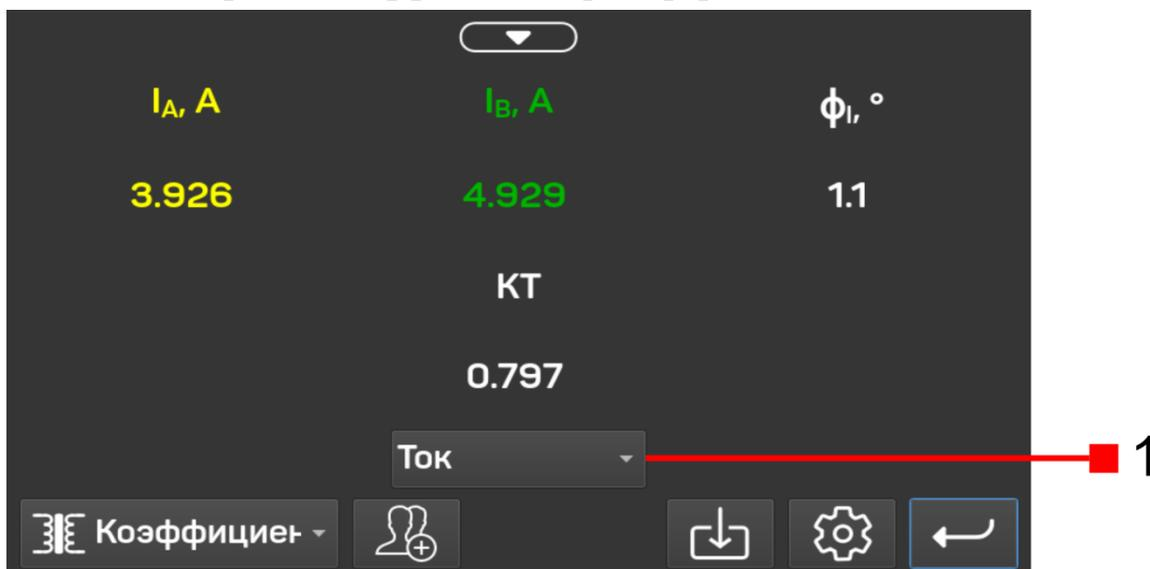
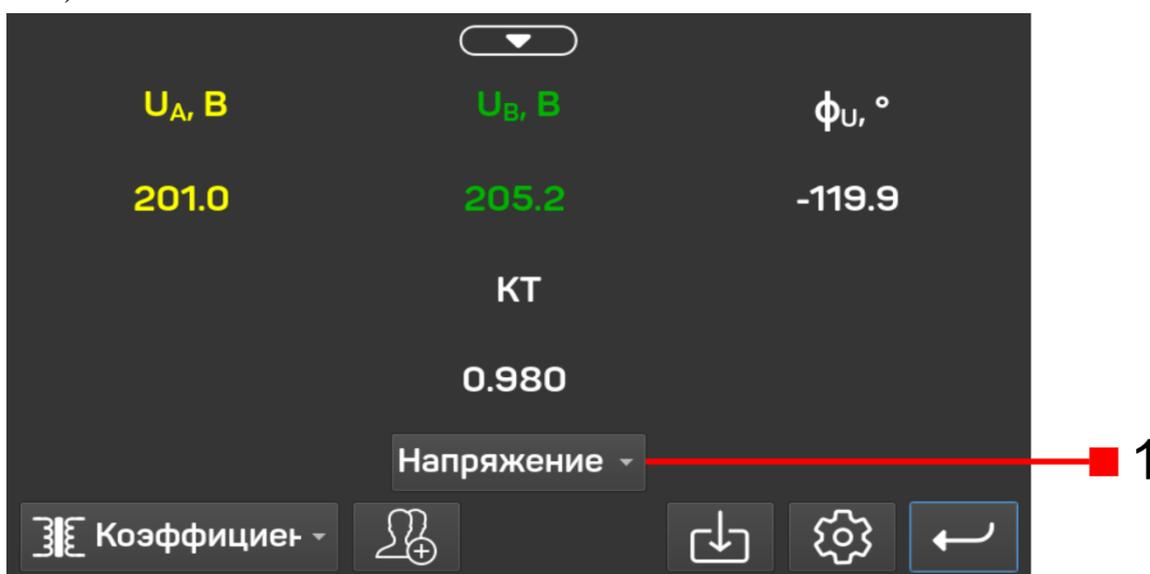

Рис. 15 – Режим «Основной» при измерении коэффициента трансформации тока
Рис. 16 – Режим «Основной» при измерении коэффициента трансформации напряжения
В режиме измерения коэффициента трансформации отображаются токи  $I_A$  и  $I_B$  (рис. 15) или напряжения  $U_A$  и  $U_B$  (рис. 16), сдвиг фаз между ними и коэффициент трансформации (рассчитанный по формуле (19) из п. 4.11.14).
Переключение между измерением коэффициента трансформации тока или напряжения происходит через выпадающий список (элемент 1 на рис. 15 или рис. 16).